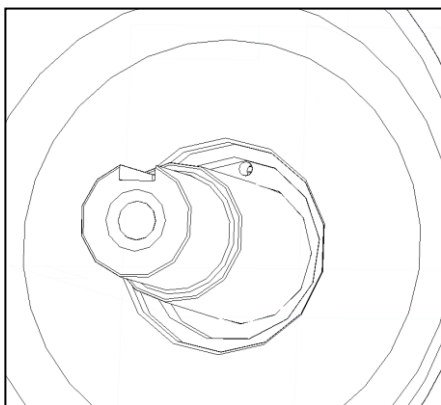

Abbildung 15: ESP ohne Verdrehsicherung
- 1) Montage der Verdrehsicherung für den Gegenring im Dichtungshalter nur beim Einbau von der GLRD HJ 977 beim Pumpentyp CSP (Abbildung 16)! Beim Einbau der GLRD MG12 beim Pumpentyp ESP wird kein Spannstift montiert (Abbildung 15), da dadurch die Funktion der Dichtung verhindert wird. Einbausituation siehe Abbildung 19.